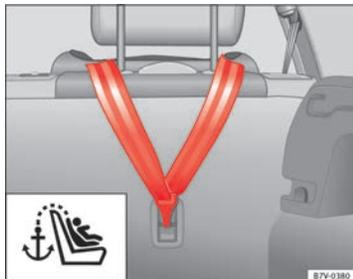

Fig. 28 Cinturón de fijación superior enganchado en el maletero.
- Enganche el cinturón superior de fijación en el reverso del respaldo del asiento trasero en la anilla de fijación correspondiente (para TOP TETHER) del respaldo ⇒ fig. 28.